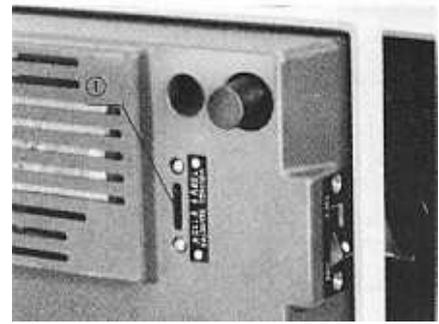

Abb. 5a
- 1) Prüfen Sie, ob der Spannungswählschalter (1) unter dem Stativfuß auf die örtliche Netzspannung eingestellt ist. (Abb. 5a und 5b)
Schieberegler auf niedrigste Position bringen. Hauptschalter (2) einschalten. Kontrolllampe leuchtet auf. (Abb. 5a und 5b)